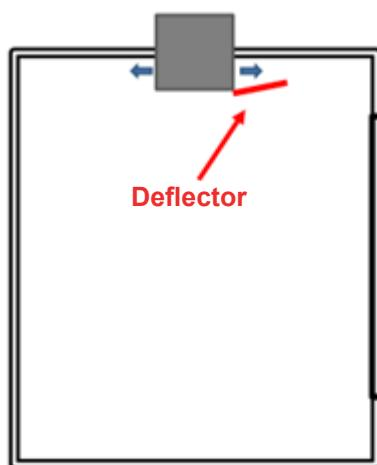

Figura 3 – Vista lateral del flujo de aire - lado frío - Deflector recomendado para puertas de exhibición
- Si hay puertas de exhibición, se recomienda que la descarga de aire sople por encima y no directamente hacia las puertas. Se recomienda utilizar un deflector (no suministrado) para dirigir el aire por encima de la puerta. Consulte la Figura 3.